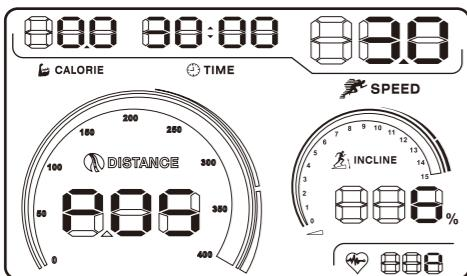

图35
2. 我们为您在面板上设置了山地训练训练程式快捷键 ，跑步机处于待机状态下，按下此键，屏幕上的时间窗口闪烁，按SPEED（速度）的+（增加）/-（减少）键调整您的理想训练时间。(图35所示)。